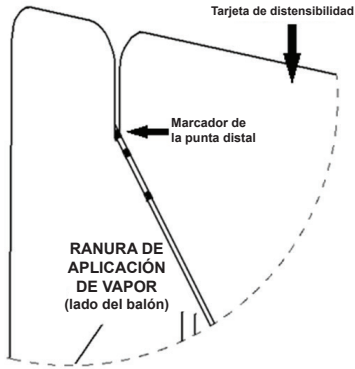

Figura 2 Configuración recta
5. Coloque la banda marcadora de la punta distal con la curva en la parte inferior y en el interior de la ranura de vapor (consulte la Figura 2).
- 4. Coloque la banda marcadora de la punta distal en la parte inferior y en el interior de la ranura de vapor (consulte la Figura 2).